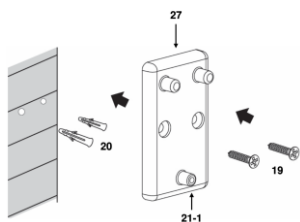

fig. 21
3. Fixez en place à l'aide des vis à bois (n° 19). Si le mur est en béton, utilisez aussi les ancrages muraux (n° 20) (fig. 21).